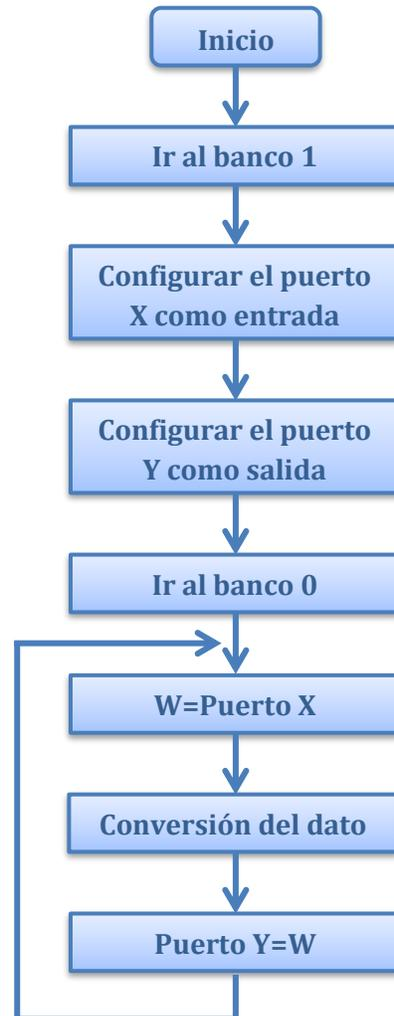

Figura 2.1. Diagrama de flujo del programa de lectura y escritura de puertos.
- 5) El diagrama de flujo que indica cómo se va a desarrollar el programa es como el mostrado en la figura 2.1.